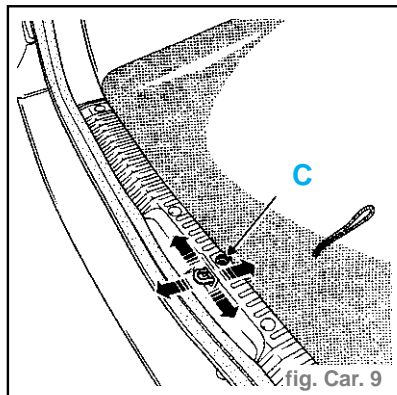

fig. Car. 9
**Nota :** Avant de commencer la gamme de réglage ci-après, il sera nécessaire de desserrer la vis de fixation de la gâche de serrure (C), de façon à ne pas créer de contrainte à la fermeture. (fig. Car. 9)